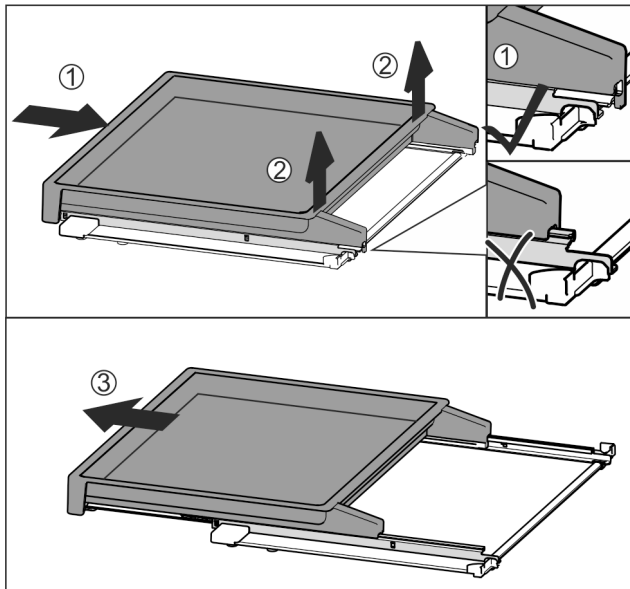

Fig. 133
- ▶ Вкарайте изцяло изтеглящата се дъска Fig. 133 (1).
- ▶ Освободете фиксатора от задната страна Fig. 133 (2).
- ▶ Извадете напред изтеглящата се дъска Fig. 133 (3).